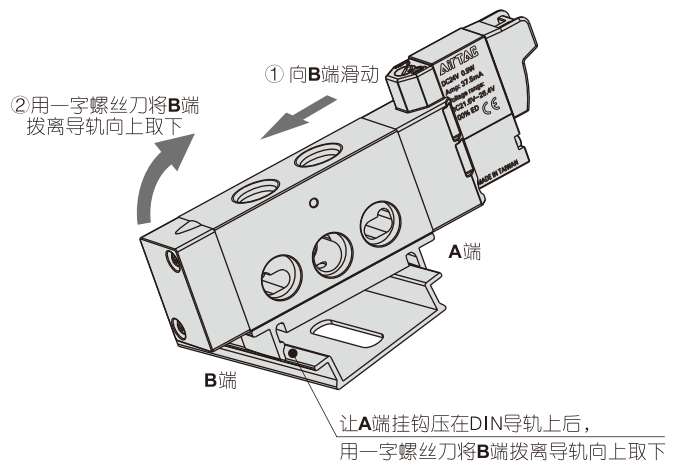

图2: 拆下电磁阀方法
- 5、电磁阀从DIN导轨拆下的方法: 具体参见“图2”要求。